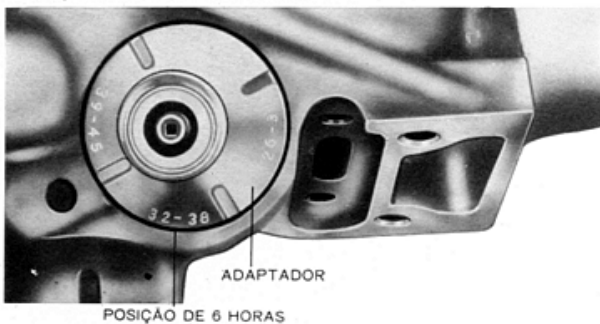

Fig. 15 — Pinhão do velocímetro e adaptador instalados
- Remover o conjunto do pinhão do velocímetro e adaptador (fig. 15). Drenar aproximadamente 2,0 litros de fluido da transmissão.